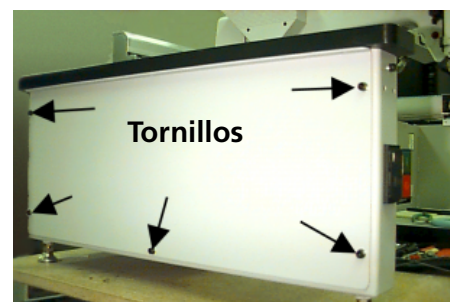

Figura 1-11
2. Quiten las cubiertas laterales; hay 5 tornillos que sostienen cada cubierta lateral en su sitio (vean la Figura 1-11). Utilicen la llave hexagonal para pernos roscados de 4mm, incluida en la caja de herramientas del operador, para apartar los tornillos.